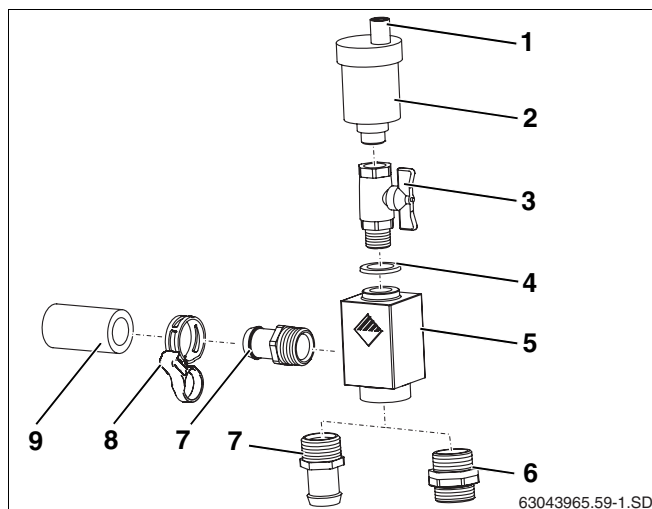

Fig. 59 Juego universal de purgador
El equipo solar se purga a través del tornillo de cierre. Para que no pueda penetrar humedad en el equipo solar a través del tornillo de cierre, la tapa de protección de intemperie (fig. 59, **pos. 1**) debe estar siempre posicionada durante el funcionamiento sobre este tornillo.
**Volumen de suministro del juego universal de purgador (fig. 59):**